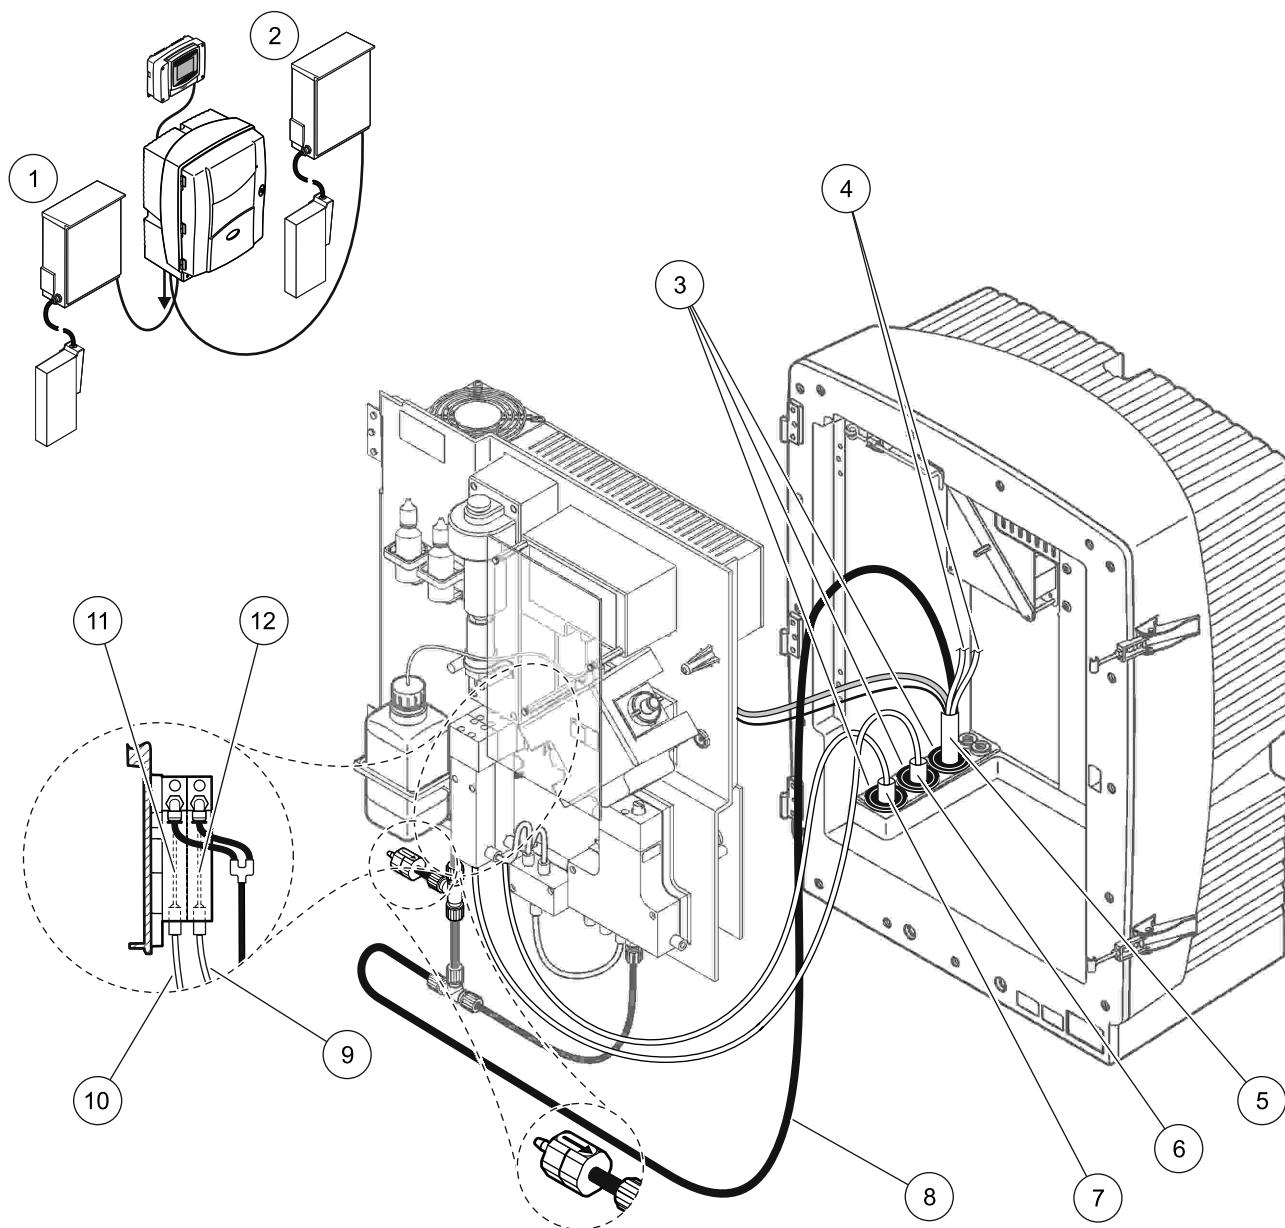

Рисунок 33 Монтаж версии 5
Для версии 5 смотрите Рисунок 33 и следующие инструкции:
2. Проведите шланг с подогревом от FILTRAX через отверстие в анализаторе (Рисунок 33, позиция 7). Для фиксации используйте уплотняющую заглушку #1.